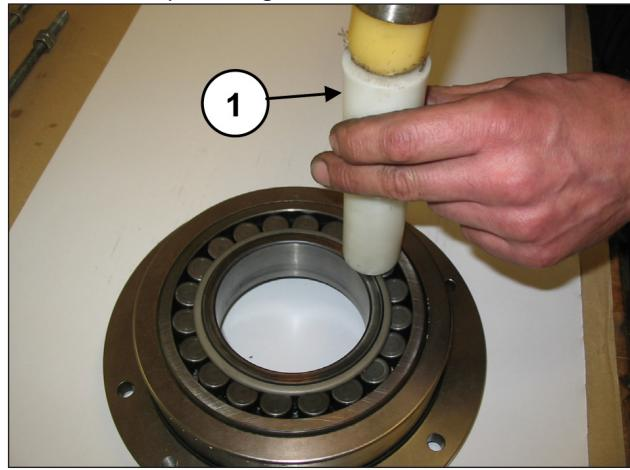

Fig. 25
Separe a cobertura do mancal do rolamento, mediante o uso de um martelo (pos. ①, Fig. 25).